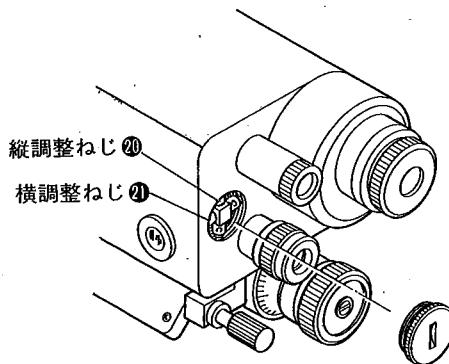

図28
- (7) (1)~(6)の手順を2~3回くり返せば調整は完了します。
- (8) b_2 と b'_2 の差が大きい場合はティルティングねじで b'_2 に視準を合せます。調整ねじ蓋⑩を硬貨等で開け、気泡管縦調整ねじ⑯で気泡を合致させます。そしてその微調整は(6)とティルティングねじで同じ操作を行なって下さい。(図28)